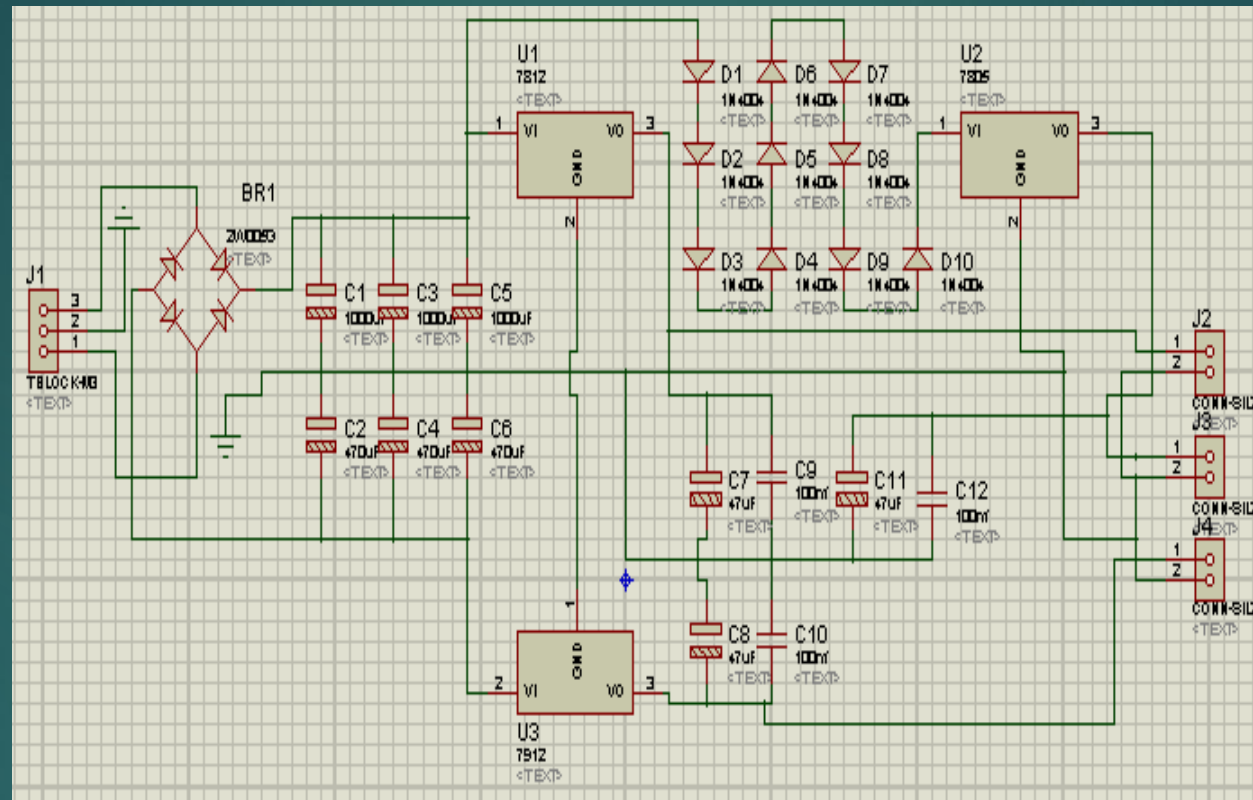

Figura 1. Fuente de alimentación.
- ▶ En este proyecto se requiere una tensión fija continua y estable de un valor determinado para este caso +5v, +12v, -12v. Un regulador de voltaje proporciona un voltaje de salida de DC constante que es prácticamente independiente del voltaje de entrada. (Figura 1)